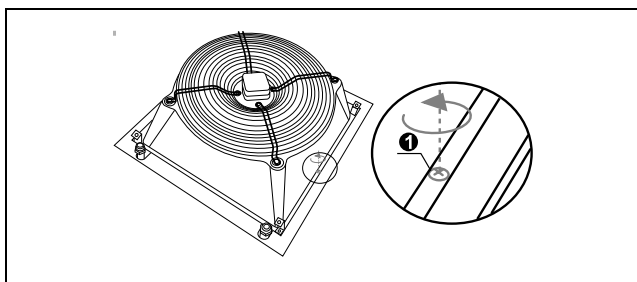

Figura 14
- Rimuovere le viti di fissaggio del convogliatore d'aria in plastica posizionate nella parte posteriore della ventilante (n. 2 viti per la ventilante da 20 e da 35 kW, n.4 viti per la ventilante da 55kW) (Figura 14).